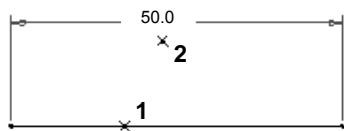

图 4.9.1 线段长度尺寸的标注
Step2. 选取要标注的图元：单击位置 1 以选择直线（图 4.9.1）